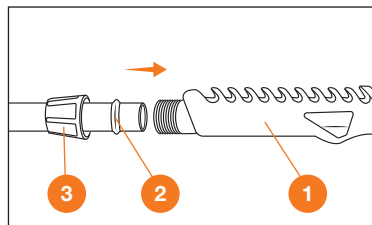

Рис. 6
- Присоедините рукоятку управления **1** к шлангу опрыскивателя **2** и зафиксируйте накидной гайкой **3** (Рис. 6).